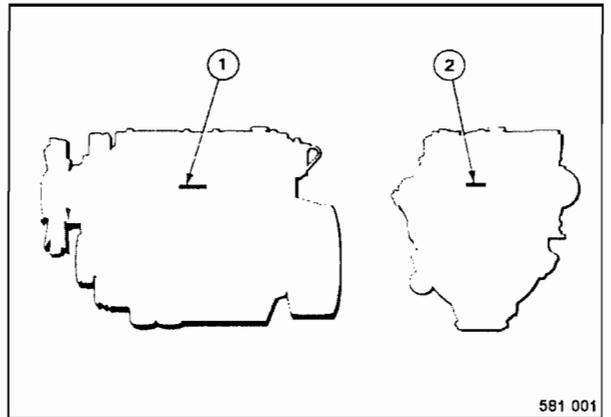

Fig. 3
- Tipo de motor (fig. 3)
- Número del motor (fig. 3)